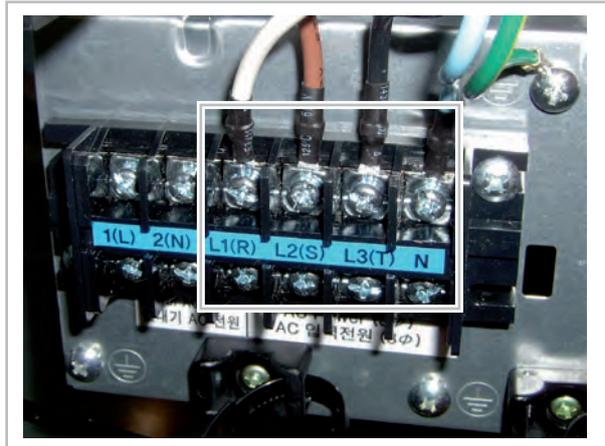

Abb. 20: Anschlussklemme Außenmodul WKF 180 Duo
- Bei der Serie WKF 180 Duo ist darauf zu achten, dass nur die Klemmen L1(R), L2(S), L3(T) und N angeschlossen werden (siehe Abb. 20).